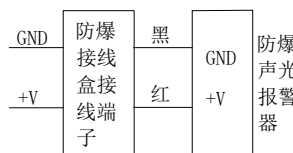

图 3 DC24V/12V 接线示意图
- DC24V 供电: 如图 3 所示, 将供电电缆通过防爆接线盒内的接线端子与防爆声光报警器直接相连即可。